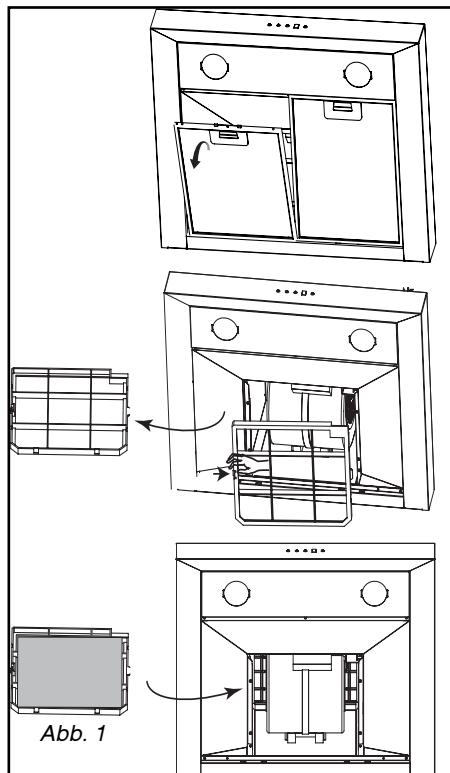

Abb. 1
(Abb. 1)
- Filterkassette durch Lösen der Klammern herausnehmen (Abb. 1).
Eingriffe an Ihrem Gerät dürfen nur von einem Fachmann der Marke durchgeführt werden. Geben Sie bei der Meldung einer Störung die vollständige Typenbezeichnung Ihres Geräts an (Modell, Typ, Seriennummer). Diese Angaben finden Sie auf dem Geräteschild (Abb.1).